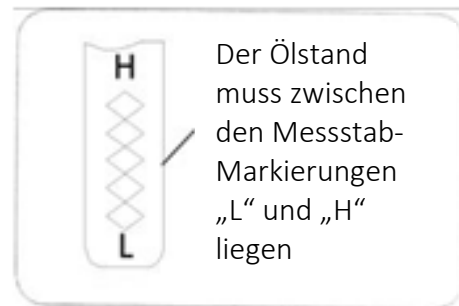

Abb. 29
4. Schrauben Sie die Ölschraube mit dem Ölstab wieder heraus und lesen Sie den Ölstand am Messstab ab. Wenn der Ölstand unter der Markierung „L“ (niedrig) liegt, füllen Sie langsam Öl nach, bis die Markierung „H“ (hoch) erreicht ist, siehe Abbildung 29.